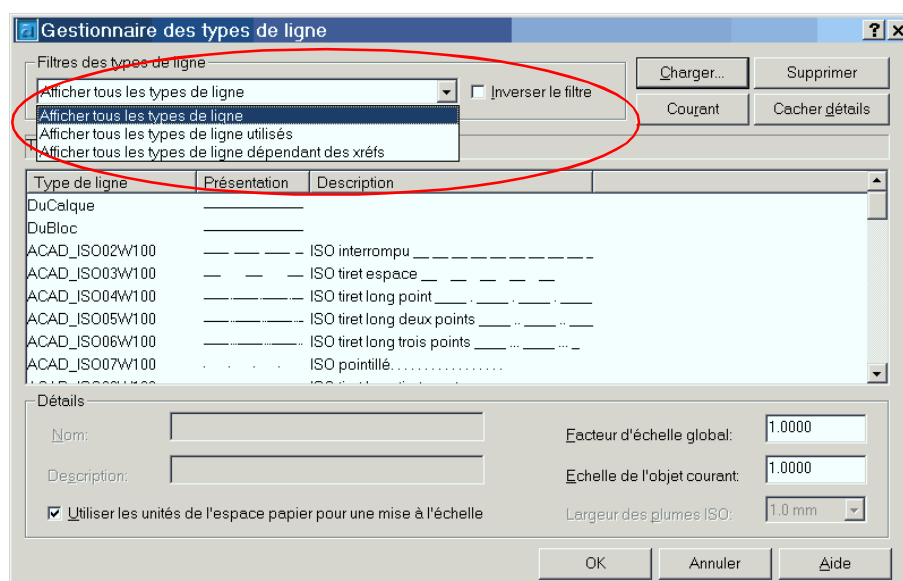

FIGURE 13
- 2 - Sélectionnez une des trois options de filtre (Figure 13),